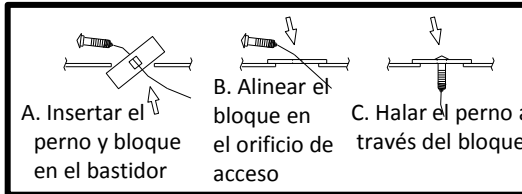

Figura 4
- Instalación del enganche:** Insertar ① pernos de carruaje y ② espaciadores en el bastidor a través del orificio agrandado más posterior y dejar los cables de insertar conectados, ver **Figura 4**. Elevar el enganche a la posición y deslizarlo cuidadosamente sobre el colgante del escape (lado del pasajero primero). Introducir los cables de insertar instalados previamente a través de los orificios del soporte. Retirar los alambres de insertar y sin apretar instalar la arandela cónica ③ y la tuerca hexagonal ④ en el enganche. Ver **Figura 1**. **NOTA:** Para los modelos con gancho de remolque de fábrica, fijar sin apretar los pernos M14 de fábrica en los orificios de unión del enganche.
4. Instalación del enganche: Insertar ① pernos de carruaje y ② espaciadores en el bastidor a través del orificio agrandado más posterior y dejar los cables de insertar conectados, ver **Figura 4**. Elevar el enganche a la posición y deslizarlo cuidadosamente sobre el colgante del escape (lado del pasajero primero). Introducir los cables de insertar instalados previamente a través de los orificios del soporte. Retirar los alambres de insertar y sin apretar instalar la arandela cónica ③ y la tuerca hexagonal ④ en el enganche. Ver **Figura 1**.